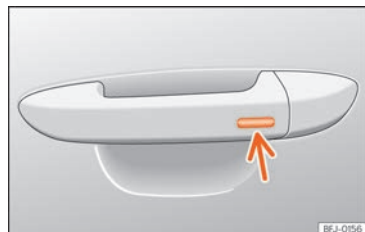

Abb. 62 Türgriff: Sensorfläche.
- **ODER:** mit dem Keyless Access-System (nur Schließen): Finger einige Sekunden auf der Sensorfläche zum Verriegeln **» »** (Abb. 62) (Pfeil) im Türgriff halten, um die Fenster und das Schiebedach zu schließen. Wenn Sie die Sensorfläche nicht mehr berühren, wird die Schließfunktion unterbrochen.
» (Abb. 62) (Pfeil) am Türgriff, damit das Dach geschlossen wird. Wenn Sie die Sensorfläche nicht mehr berühren, wird die Schließfunktion unterbrochen.